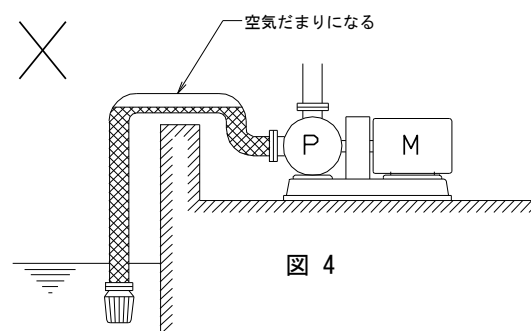

図 4
- (d) 吸込管は図 4 のように配管の途中に空気だまりになる凸部を作らないようにしてください。空気だまりのために揚水できなかつたり、ドライ運転になってポンプ内しゅう動部を焼きつかせる恐れがあります。